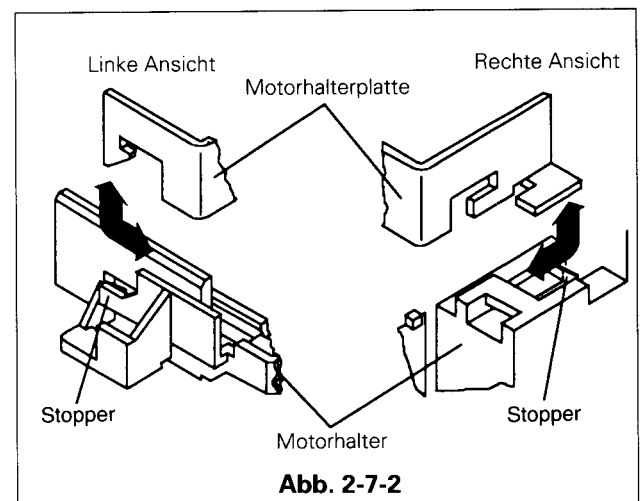

Abb. 2-7-2
- Die zwei Stoppersicherungsringe, den Motor und die Motorhalterungsplatte entfernen. (Siehe Abb. 2-7-2)